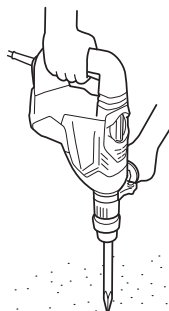

Fig. 6
2. Cómo tallar o demoler (Fig. 6)